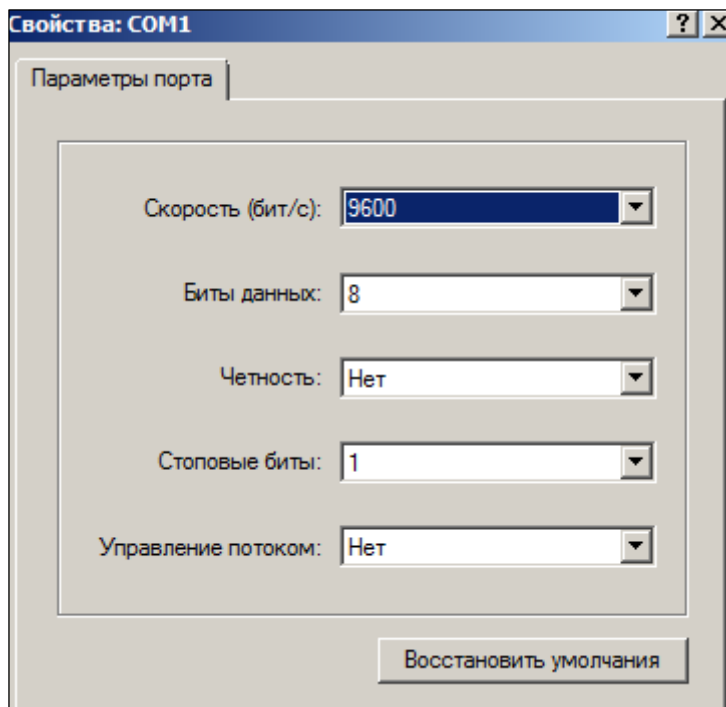

Рисунок 20 – Настройка порта для весов CAS LP 1.0, 1.5 (2)
- **Порт** – параметры последовательного порта, задаются при нажатии кнопки **Настройка порта** (Рисунок 20):